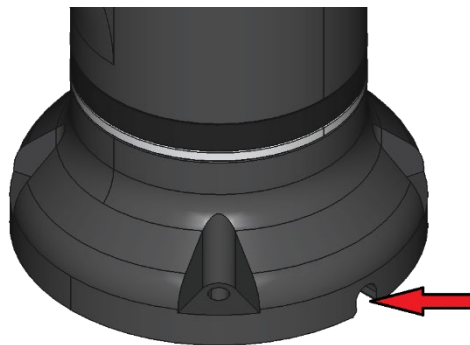

Рис. 1. Паз бокового вывода кабеля
2. Извлеките робота из упаковочной тары, разместите на месте предполагаемого монтажа, при необходимости выведя кабель подключения к контроллеру через соответствующий паз на корпусе фланца (рис. 1)